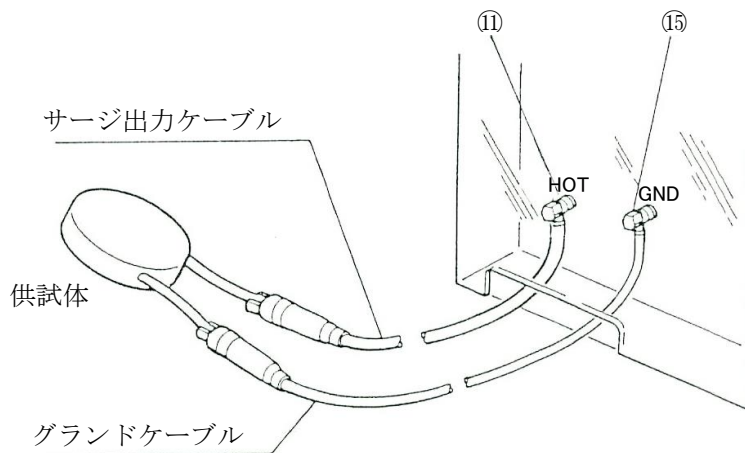

図 12
3. 供試体と HOT 端子⑪、GND 端子⑫を添付品のサージ出力ケーブルとグラウンドケーブルにて図12のように接続します。